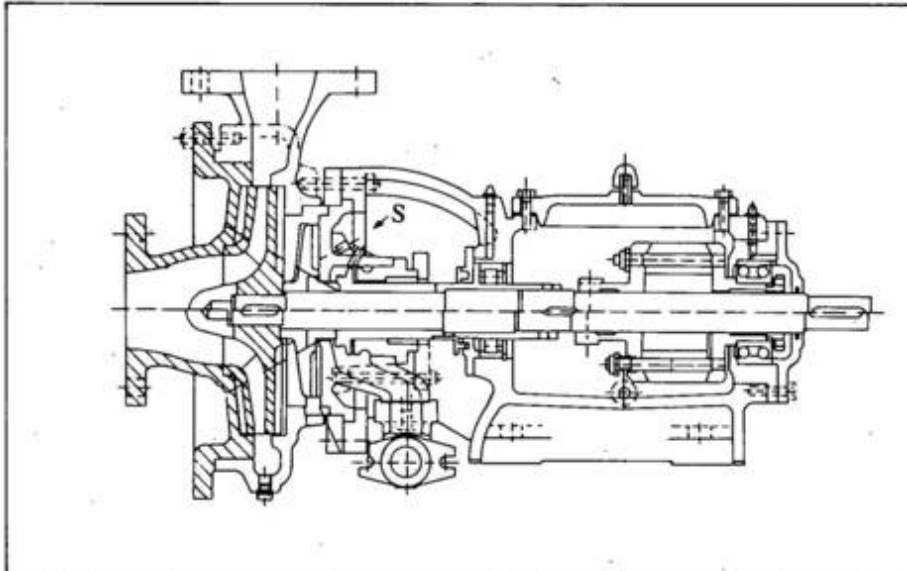

Figura 2
- uma segunda camada que segue a camada de ligação e se denomina camada de difusão que pode ser uma solução sólida intersticial de nitrogênio na ferrita ou a solução sólida acompanhada do precipitado de nitreto de ferro $\gamma' = (\text{Fe}_4\text{N})$ na forma de agulhas. A ocorrência de uma estrutura ou outra depende da velocidade de resfriamento. Essas estruturas são constatadas por difração de raios X e podem ser avaliadas por exames metalográficos e microdureza. O corte isotérmico a 575°C do diagrama Fe-C-N na figura 2 mostra essas fases.
Nitemper e SCN — Estes dois processos são normalmente realizados em forno-câmara intermitente com banho de óleo incorporado. O seu corte pode ser visto na **figura 2**. Utiliza-se uma atmosfera que contém 50% de amônia e 50% de gás endotérmico ou etanol-amônia e no caso do SCN utiliza-se também um gás sulfurante. A temperatura varia de 550 a 580°C e o tempo de 0,5 a 4 horas, após o forno estar condicionado.